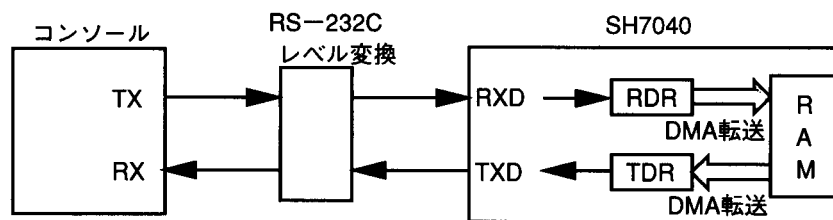

図2.11.1 SH7040によるRAM上データのSCI転送ブロック図
- (1) 図2.11.1に示すように、SH7040のSCIを調歩同期式モードで使用し、コンソールから送信されたRAM参照アドレス（4バイトデータ）を受信し、その内容をRAM上から取りだしSCIでコンソールに送信します。
- (2) 転送プロトコルは9600bps、8ビットデータ、1ストップビット及びノンパリティとします。